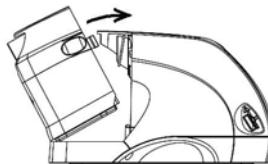

Figura 12 – Colocación del depósito
- Ajustar la base del depósito en el elemento calentador y balancéelo hacia delante para fijarla, teniendo cuidado de no volcar el agua (Figura 12).